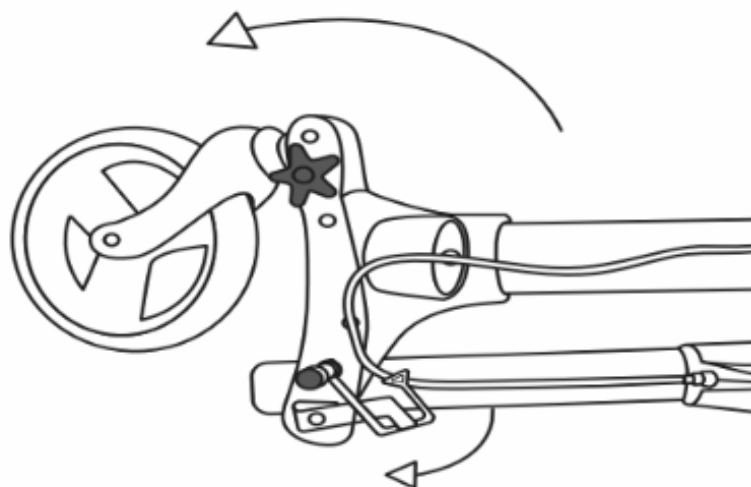

ABBILDUNG 2
SCHRITT 2: Klappen Sie die Vorderräder aus und befestigen Sie sie mit den sternförmigen Einstellhebeln, wie in Abbildung 2 gezeigt. Achten Sie darauf, dass der Hebel durch das Loch im Bein und in die Rahmennutter geführt wird.